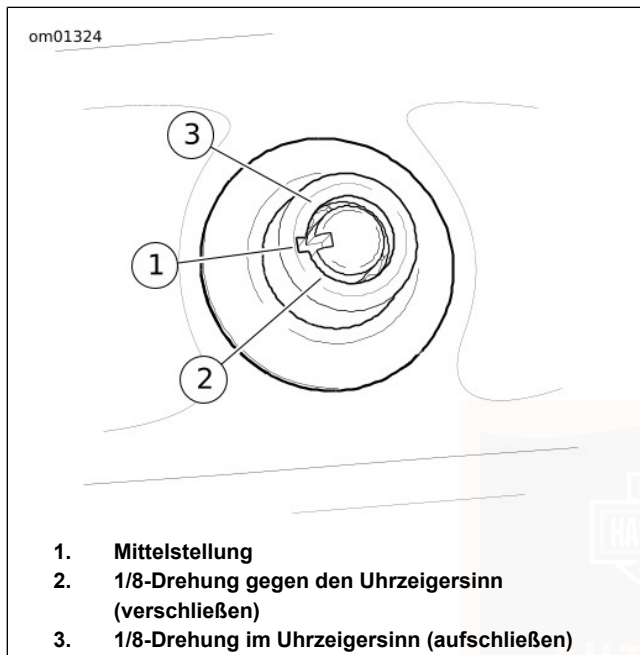

Abbildung 27. Schloss des Kofferraum
1. Siehe Abbildung 27. Um den Kofferraum aufzuschließen, Schlüssel in das Zylinderschloss stecken und im Uhrzeigersinn eine Achteldrehung drehen. Schlüssel zurück in mittlere Position bringen und herausziehen.